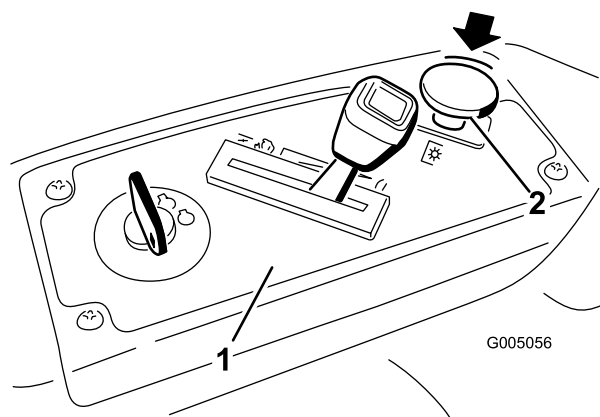

Figure 14
Appuyez sur la commande des lames pour la placer en position désengagée et désengager les lames (Figure 14).
- Désengagez les lames en plaçant la commande des lames en position Désengagée (Figure 14).